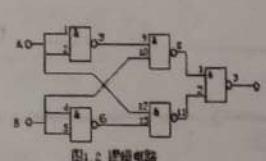
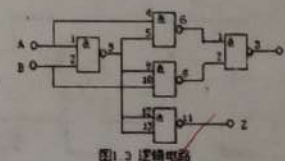

图1.2 逻辑电路
图1.3 逻辑电路
- 用 74LS00 双输入四与非门电路, 按图1.2、图1.3 接线, 将输入输出逻辑关系分别填入表1.2, 表1.3 中。